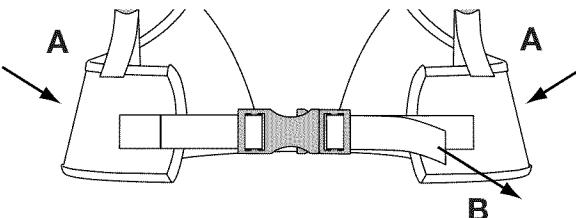
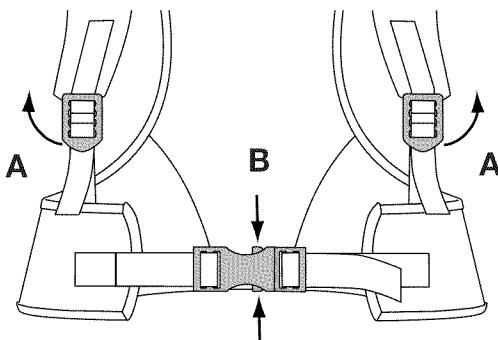

Fig. 18
Fig. 19
NOTA: Asegúrese de que los soportes de la cintura soporten el peso de la unidad sobre las caderas (Fig. 18, A).
- Si el peso no cae sobre las caderas, afloje los soportes de los hombros (Fig. 19, A) y tire de la manija de los soportes de la cintura (Fig. 18, B) para apretarlas. Ajústelas hasta que el peso de la unidad descansen sobre las caderas.
- Para desconectar los soportes de los hombros, tire hacia arriba de la lengüeta inferior de las hebillas de los soportes de los hombros (Fig. 19, A).
- Apriete la parte superior e inferior de las presillas de los soportes de la cintura para zafar los soportes de la cintura (Fig. 19, B).